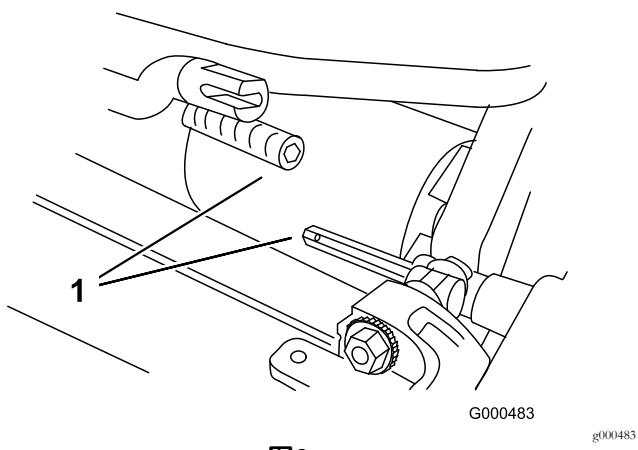

图9
3. 将滚刀组推入主机下方左侧的位置接合变速箱联轴器 图9。